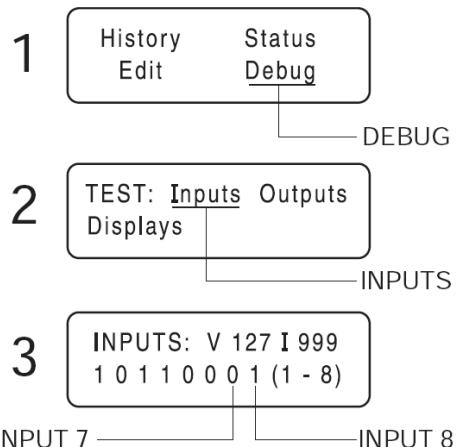

Рисунок 2. Домашняя страница, экраны «Debug» и «Inputs»
2. Нажимать правую кнопку с красной стрелкой, пока не будет мигать надпись «Debug» (исправление неисправности). Нажать кнопку «Enter», появится следующий экран. Смотреть рисунок 2, экран 2.